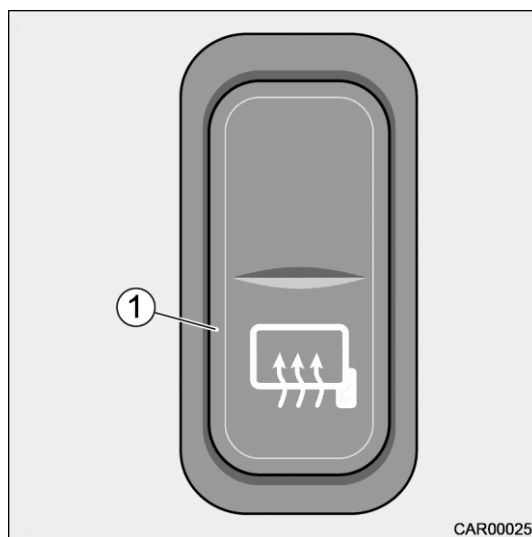

Fig. 30 Chauffage du rétroviseur
1. Actionner le commutateur (Fig. 30/1).